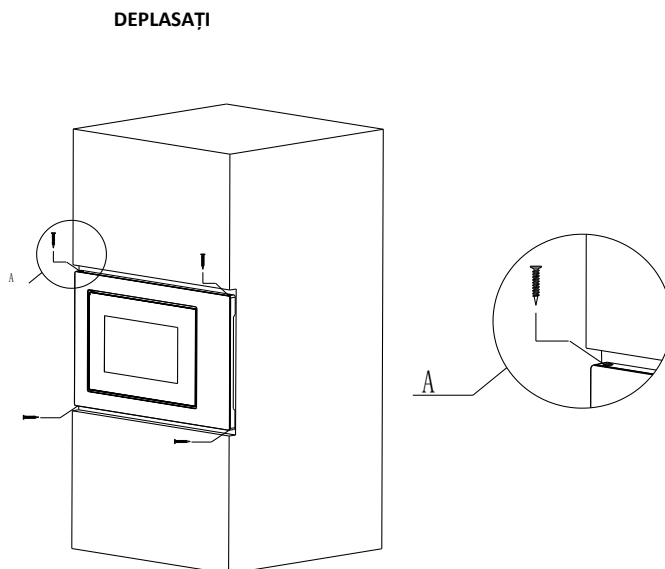

Figura 4
4. Utilizați șuruburile din ambalaj pentru a fixa cuptorul cu microunde în dulap (figura 4).